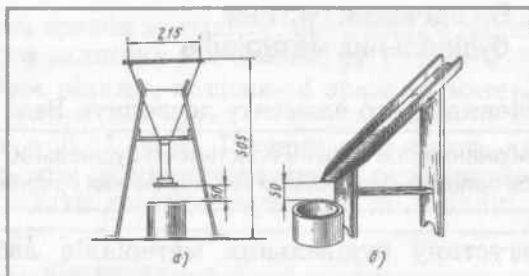

Рис. 49. Стандартна лійка та похила площина для визначення об'ємної насипної ваги
1. Для визначення об'ємної насипної ваги використовують стандартну лійку у вигляді зрізаного конуса. Знизу конус переходить у трубку діаметром 20 мм із заглушкою (рис. 49,а). Можна також використати похилу площину (рис. 49,б).